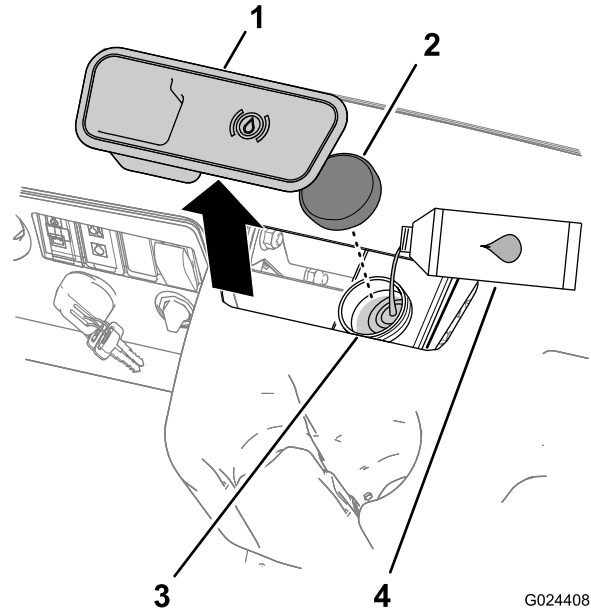

図 15
- ダッシュボード中央部にあるゴム製のプラグ栓を外してブレーキのマスターシリンダおよびブレーキ液のタンクにアクセスできるようにする 図 15。
- ウェスでタンクのキャップの周囲をきれいに拭いてキャップを外す 図 15。
- タンクにキャップを取り付ける 図 15。